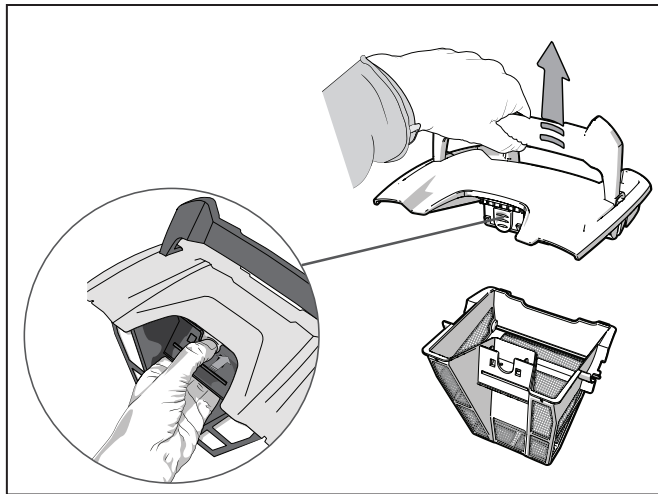

Figure 12. Extraer la tapa del cartucho del filtro
4. Presione el pestillo interior y extraiga la tapa del cartucho del filtro (Figure 12).